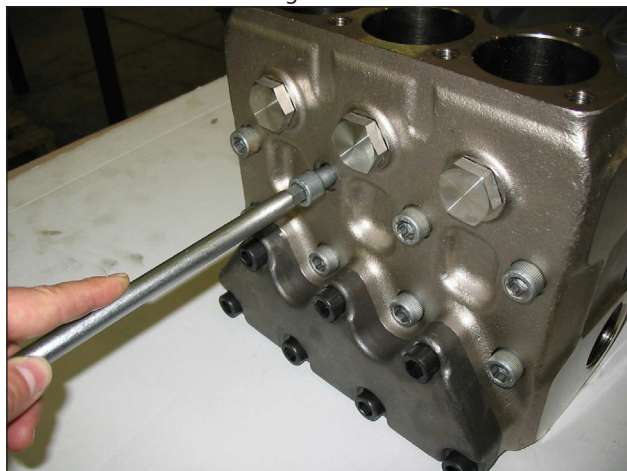

Fig. 21
A) Solte os parafusos de fixação do cabeçote M12x150, conforme indicado na Fig. 21.